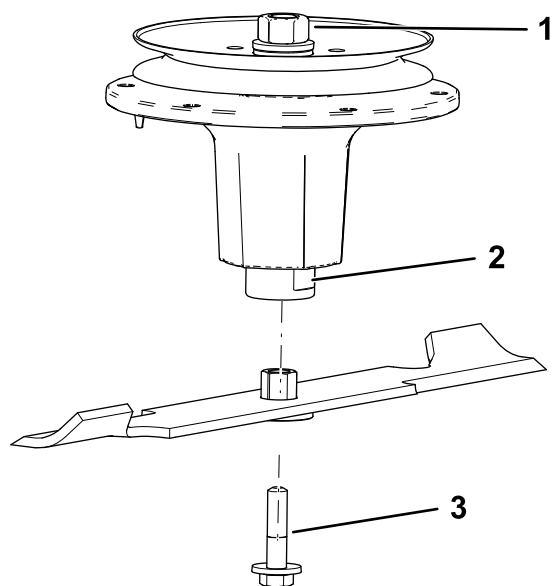

Рисунок 76
2. Вставьте узел втулки/ножа в вал шпинделя (Рисунок 76).